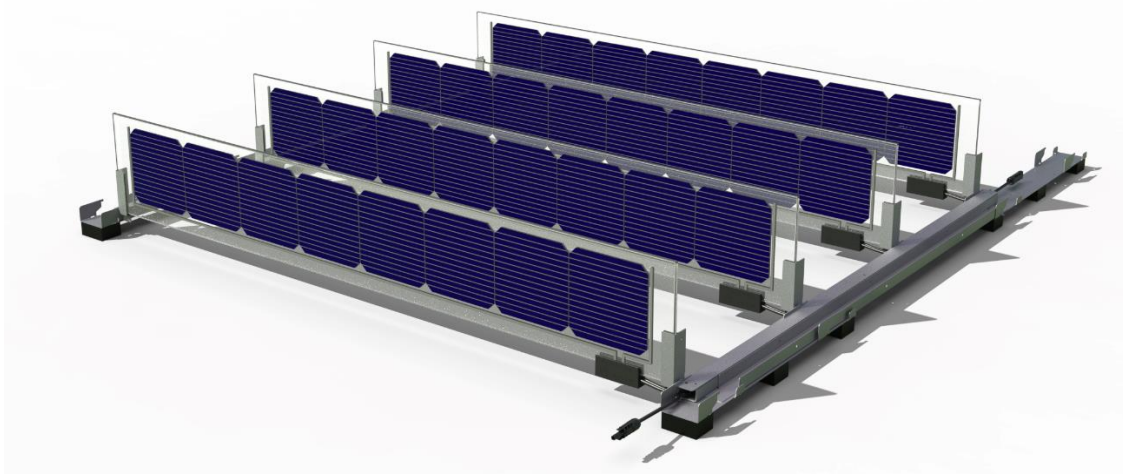

Abbildung 2: VPV-Modul mit LM-Füßen für ebene Dachflächen
- LM („Low Mount“) mit aufgerauten Stellfüßen und einer Bodenfreiheit von 4,0 cm für Flachdächer (vgl. Abbildung 2),